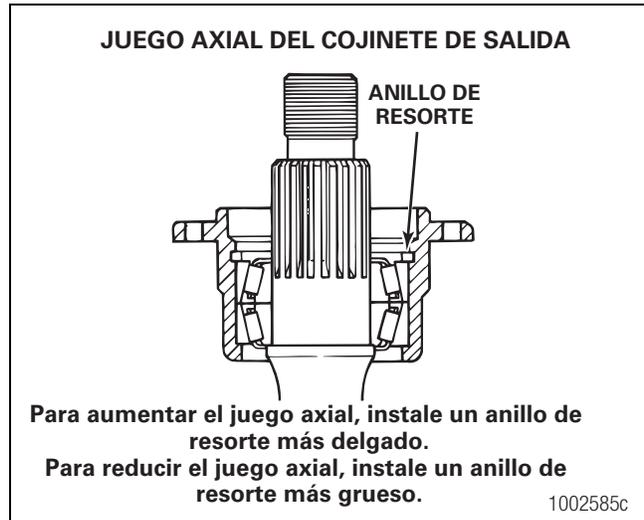

Figura 5.93
- Si la lectura del juego axial no es de 0.001-0.004 de pulgada (0.025-0.102 mm): Retire y coloque de nuevo el anillo de resorte que sujeta los cojinetes en la jaula. Instale un anillo de resorte más delgado para aumentar el juego axial. Instale un anillo de resorte más grueso para disminuir el juego axial. Figura 5.93.